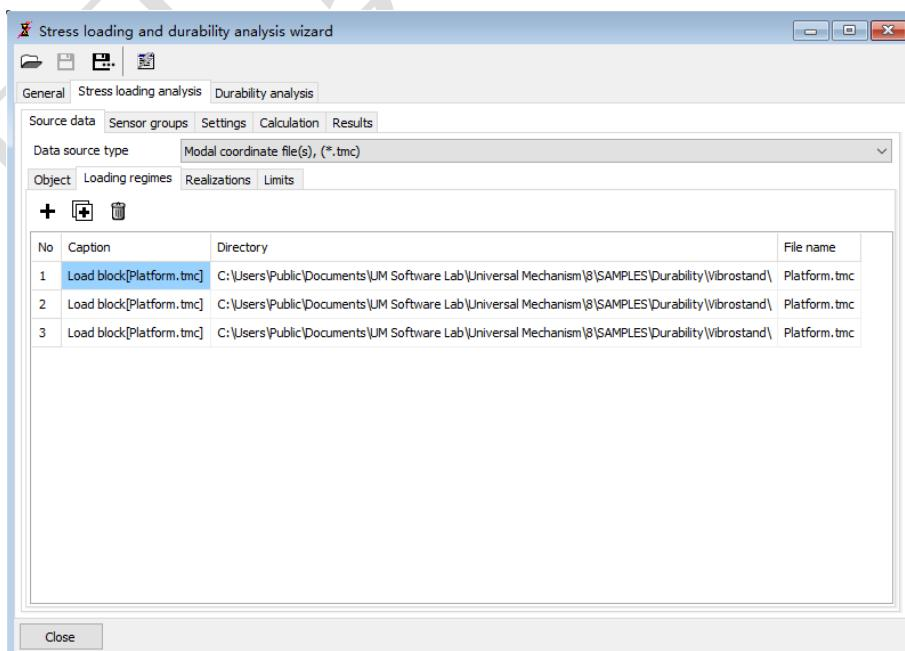

图 2.11
**Platform.tmc**，并重复两次操作，结果如图 2.11 所示。